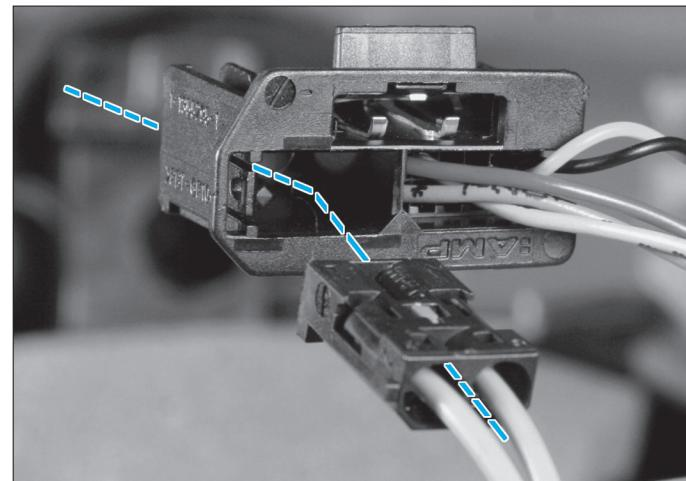

Fig. 54
- Dégager les faisceaux électriques pouvant entraver la dépose de la planche de bord complète (Fig.54).